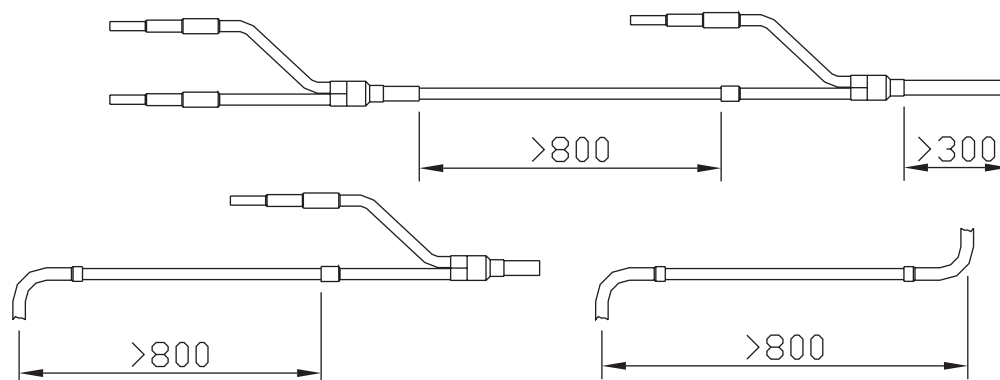

Рис. 11.7
11.4.6 При проектировании и монтаже разветвителей необходимо учитывать следующее (см. рис. 11.7):